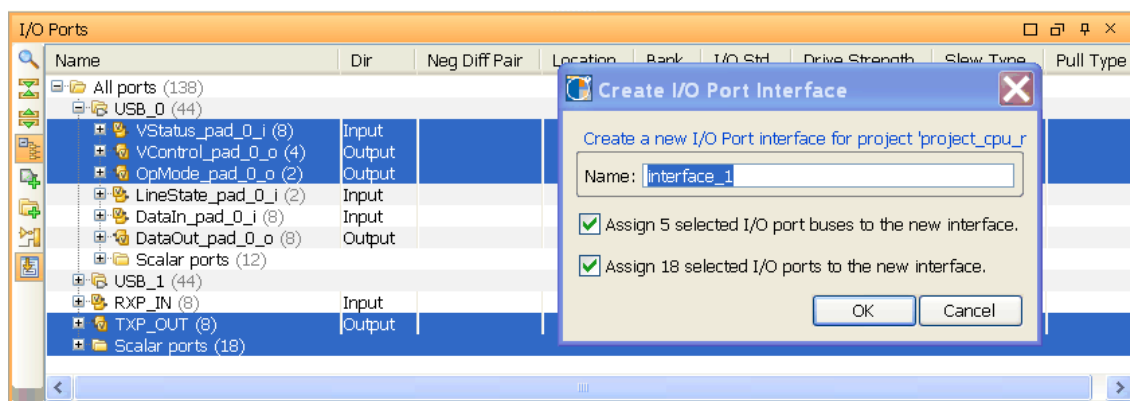

図 8-18 : [Create I/O Port Interface] ダイアログ ボックス
2. 右クリックして [Create I/O Port Interface] をクリックします (図 8-18)。